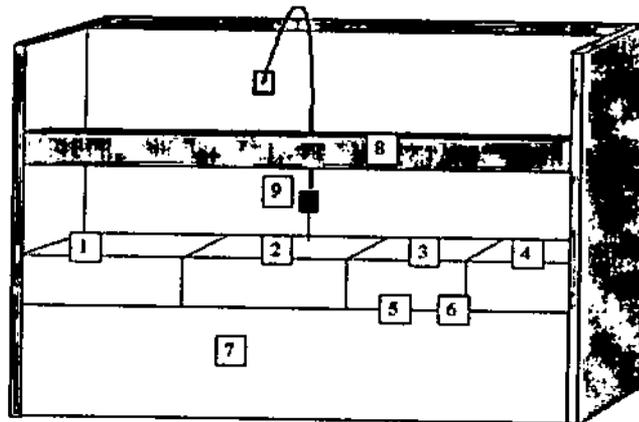

Figura 1: Módulos del equipo
El pipeteador (Figura 1 (9)) contiene un mecanismo complejo de sensores. Trabaja con puntas desechables.